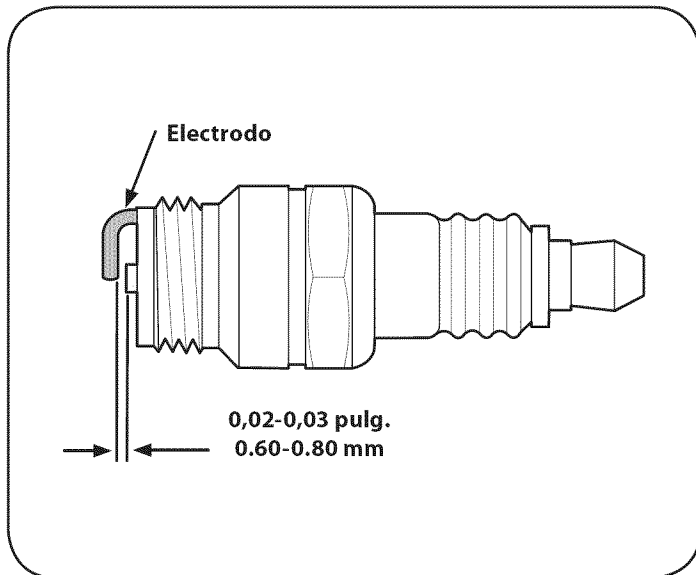

Figura 21
3. Mida la separación de bujía con un calibrador. Corrija de ser necesario torciendo el electrodo lateral. Vea la Figura 21. La separación debe establecerse en 0,030 pulg.